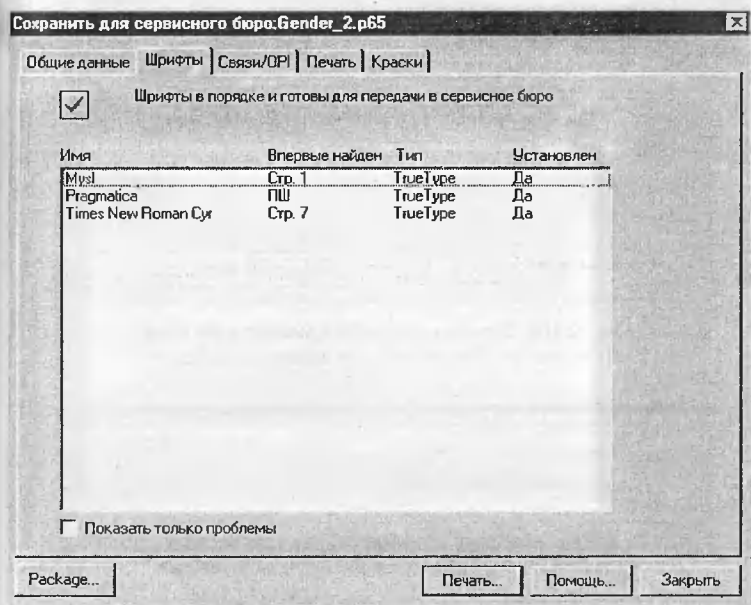

Рис. 2.107. Вкладка *Шрифты* диалогового окна Дополнения Сохранить для сервисного бюро
- **Шрифты** – на этой вкладке отображается список использованных в публикации шрифтов. Если установить флажок *Показать только проблемы*, будут показаны только те шрифты, которые использованы в публикации, но не установлены в системе (см. рис. 2.107);